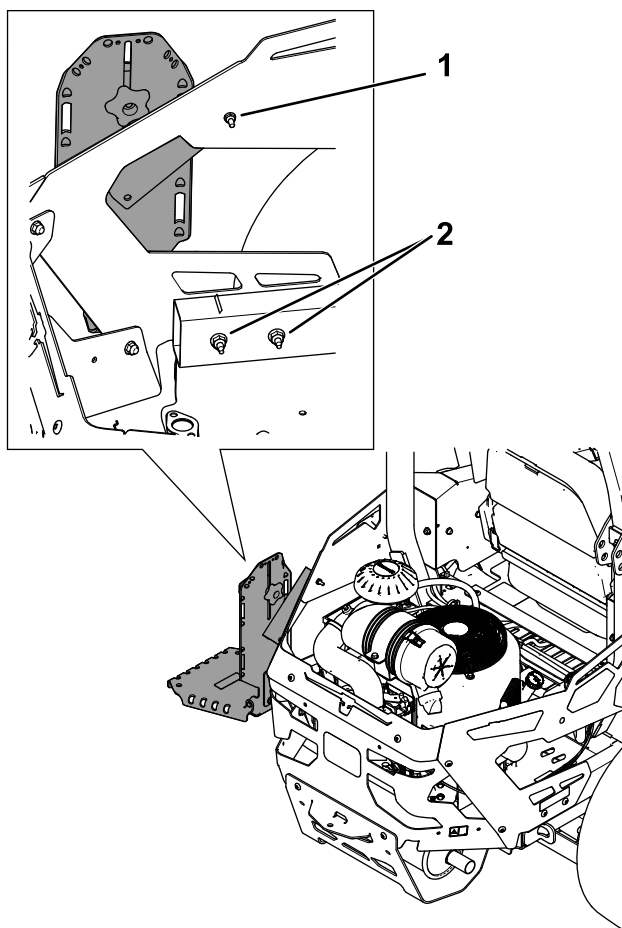
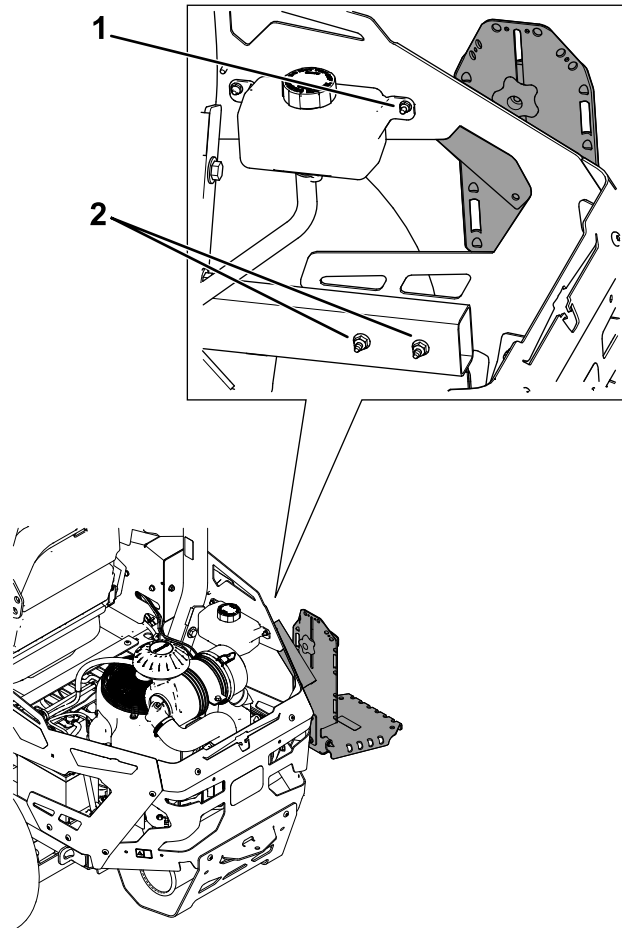

Bild 3
Bild 4
1. Befestigen Sie die Befestigung mit einer Schlossschraube ($\frac{1}{4}$ " x 1") und einer Mutter ($\frac{1}{4}$ ") an der hinteren Seitenschutzvorrichtung, wie in Bild 3 oder Bild 4 dargestellt.
2. Befestigen Sie das untere Ende der Haupthalterung mit zwei Schrauben ($\frac{5}{16}$ " x 3") und zwei Muttern ($\frac{5}{16}$ ") an der Motorschutzvorrichtung, wie in Bild 3 oder Bild 4 dargestellt.